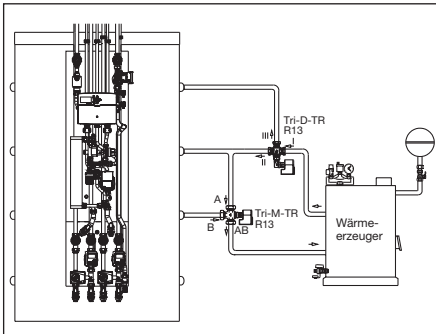

Abb. 5.5 Montage Stellantriebe
6. Montieren Sie die Stellantriebe (siehe Abb. 5.5).